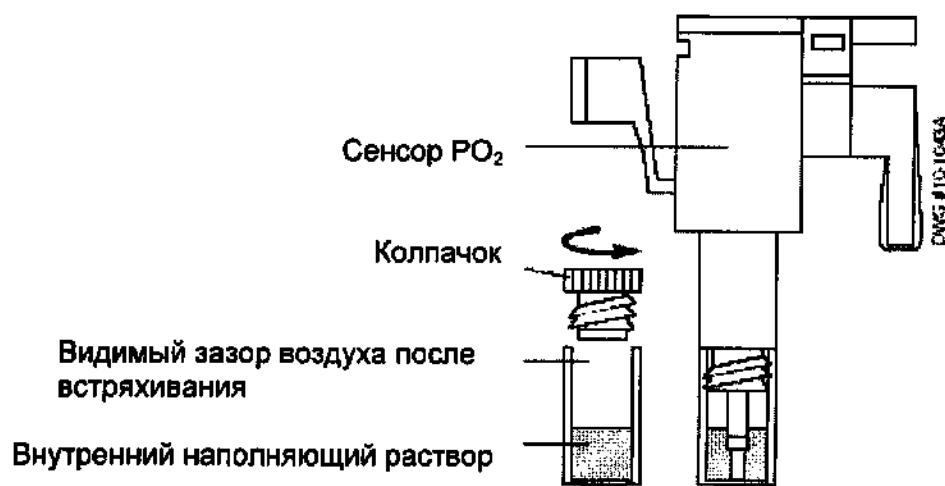

Рис. 3.15. Установка мембраны PO₂.
8. Вставьте корпус сенсора, направленный строго вниз, (вертикальная позиция используется для того, чтобы не пролить внутренний наполняющий раствор) в наполненную мембрану и навинтите мембрану на корпус. (См. рис. 3.15.)